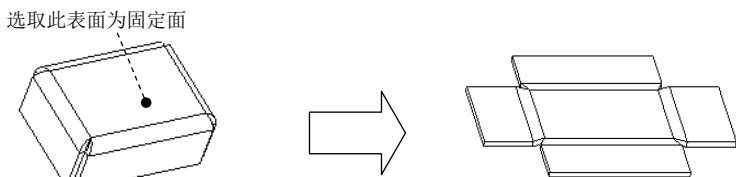

图 11.8.1 钣金的平整形态
下面以图 11.8.1 为例，说明平整形态特征的一般创建过程：
Step3. 在系统的  选择要在展平时保持固定的曲面或边 提示下，选取图 11.8.1 所示的表面为固定面。此时钣金即被全部展平。